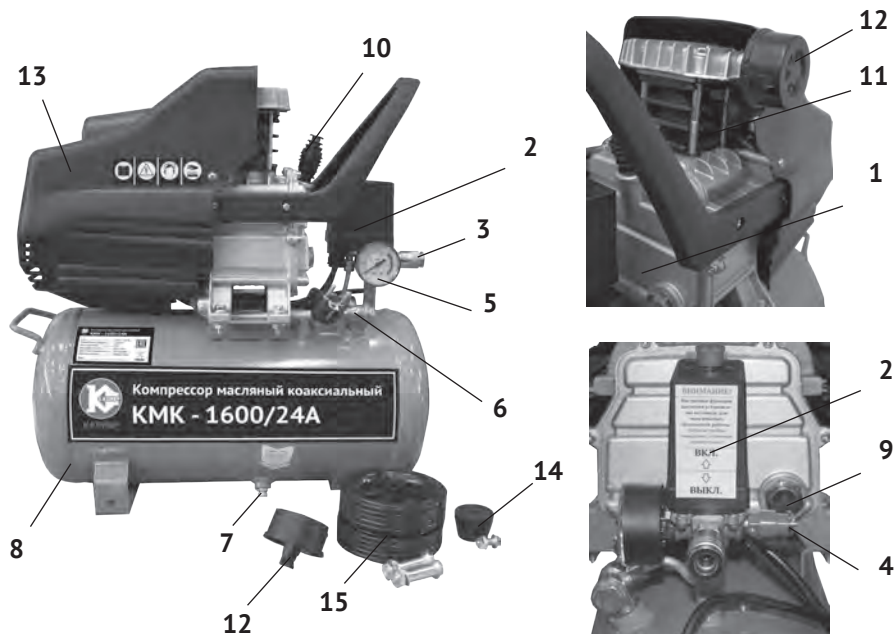
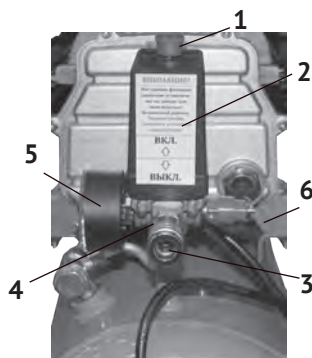

рис. 1
рис. 3
4.1 Общий вид компрессора схематично представлен на рис.1
4.2 Картер компрессорной группы (рис.1 поз.1) с двигателем закреплены на металлическом корпусе ресивера (рис.1 поз.8). Двигатель закрыт пластиковым кожухом (рис.1 поз.13). Вращение якоря двигателя преобразуется кривошипно-шатунным механизмом в возвратно-поступательное движение поршня. Сжатый воздух из выпускного клапана цилиндра подаётся в ресивер. При подключении к быстроразъёмному выходному штуцеру (рис.1 поз.3) пневмоинструмента, сжатый воздух подаётся к инструменту. Выходное давлe-
ние в штуцере отображается на манометре (рис.1 поз.5).
реле давления (рис.3 поз.1) находится в позиции «Выкл», положение «Нажато». Запустите компрессор, переведя выключатель в позицию «Вкл», положение «Отжато». После первых 5-ти часов работы компрессора проверьте крепление винтов головки цилиндра и кожуха двигателя (рис.1 поз.13).
Реле давления (рис.3 поз.2) в автоматическом режиме поддерживает установленный изготовителем диапазон давления в ресивере. При достижении в ресивере давления 8 бар, реле отключает двигатель компрессора. После подключения пневмоинструмента давление в ресивере начнёт снижаться. При достижении нижнего установленного уровня (6 бар), реле давления включит двигатель компрессора.
Коллектор (рис.3 поз.4) компрессора имеет выходной (быстроразъёмный) штуцер (рис.3 поз.3) для подключения пневмоинструмента.
Так же компрессор оснащён предохранительным клапаном (рис.3 поз.6) для ограничения максимального давления в ресивере (если не сработало реле давления) и стравливания (при необходимости) сжатого воздуха из ресивера.
7.3 По окончании работы полностью сбросьте давление, открыв предохранительный клапан (рис.3 поз.6).